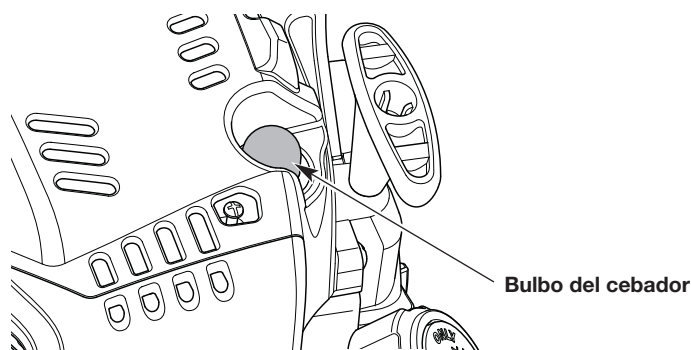

Fig. 9
3. Presione y luego suelte el bulbo del cebador lentamente **10 veces** (Fig. 9). Si no puede ver combustible en el bulbo del cebador, oprima y suelte el bulbo del cebador hasta que se vea combustible.